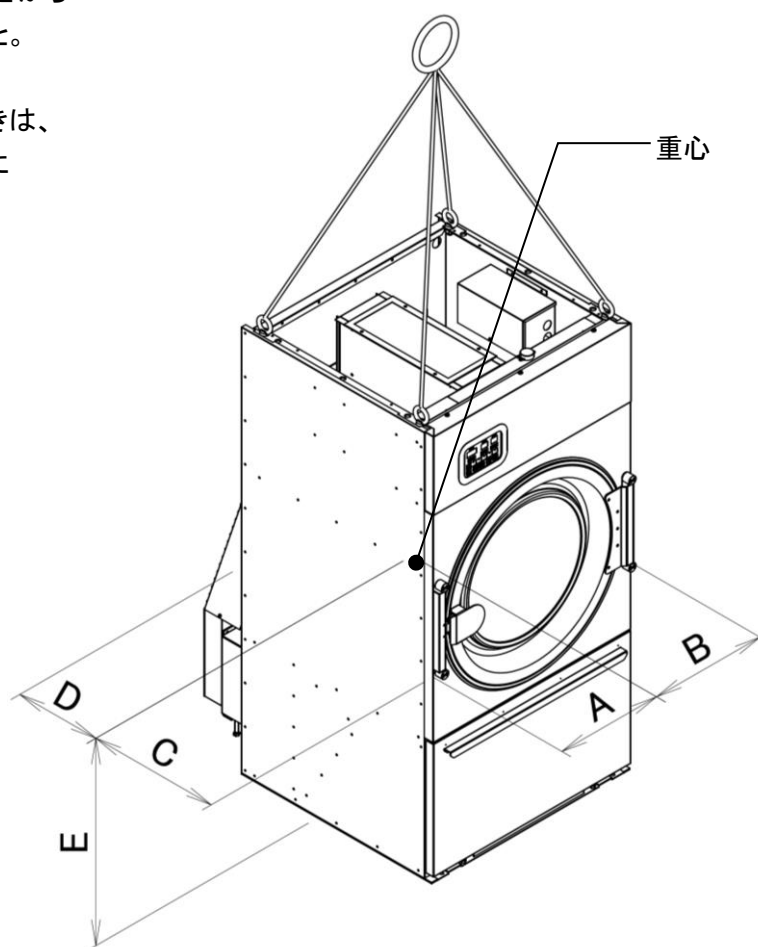

図 3-1
- 3) クレーン等で機械を吊り上げるときは、本体上部四隅(図 3-1)の4ヶ所に必ずフックを掛けて吊り上げます。
4) 重量と重心(図 3-1)